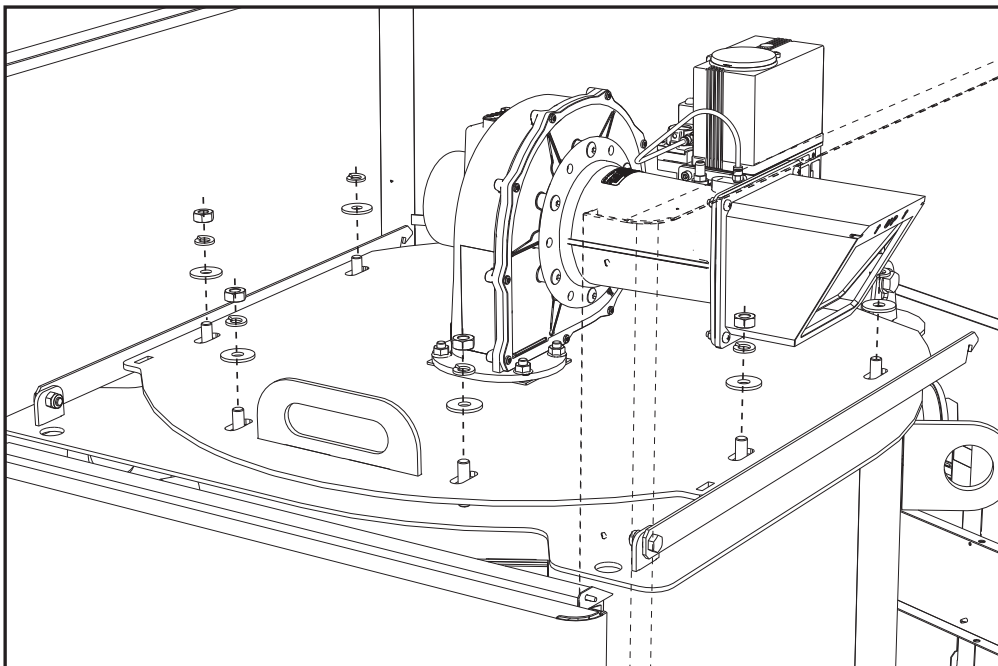

рис. 70
- Снимите гайки и шайбы (рис. 70).